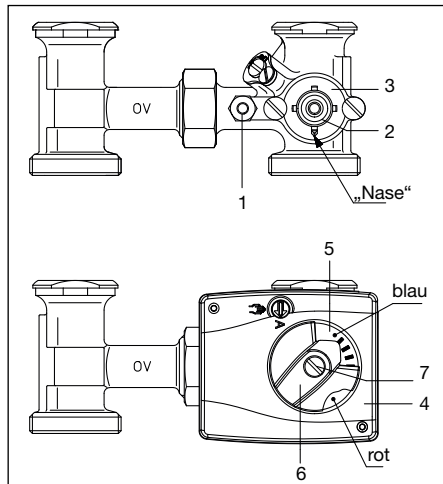

Abb. 5.6 Montage 3-Wege-Mischhahn DN25 / DN32
- Verdrehsicherung (1) fest an das Mischergehäuse montieren.
- Adapter (2) bis zum Anschlag auf das Mischerküküen (3) stecken. Abflachung beachten!
- Stellmotor (4) auf die Mischerachse setzen.
- Drehrichtungsanzeige (5) gemäß Abbildung 5.6 auf den Stellmotor legen.
- Handverstellgriff (6) mit Pfeilmarke im blauen Bereich auf die Mischerantriebswelle stecken (Auslieferungszustand: Gegenuhrzeigersinn gegen Anschlag, Betriebsstellung „A“ Automatik).
- Schraube (7) mit Fächerscheibe einstecken und mit einem Drehmoment von >5Nm anziehen.